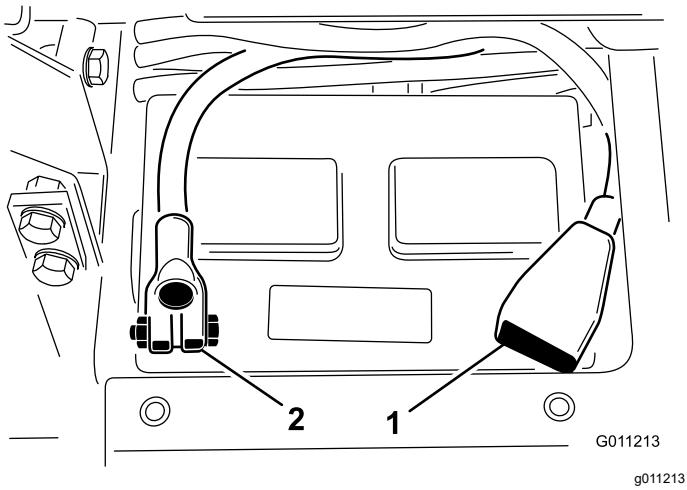

Figure 5
- Installez le câble positif (rouge) sur la borne positive (+) de la batterie, et fixez-les avec un boulon en T et un écrou (Figure 5).
- Installez le câble négatif (noir) sur la borne négative (-) de la batterie et fixez-les avec un boulon en T et un écrou (Figure 5).